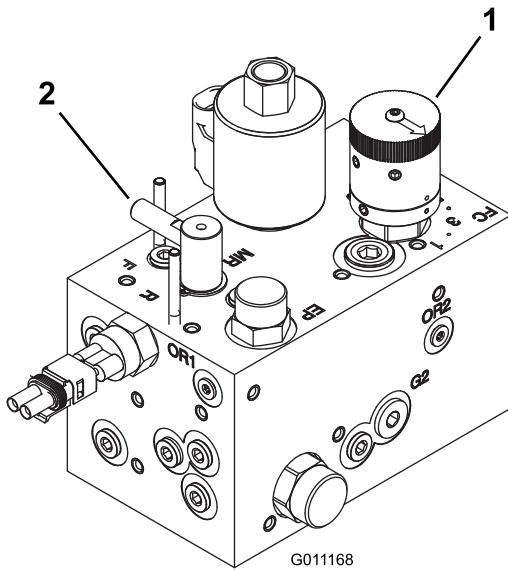

Figura 44
- Rode o manípulo de controlo da velocidade dos cilindros (Figura 44) para o número de definição determinado no passo 1.